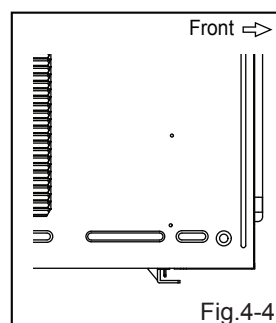

Fig.4-4
- 4c. Poussez complètement vers le haut pour insérer les broches dans les zones à fentes et fixez en place le guide du cadre. (Fig.4-4)